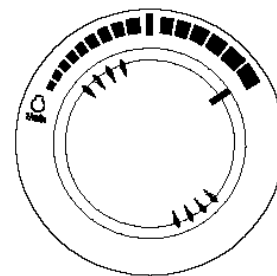

Рис. 20
5. Установить скорость двигателя на диске в положение "высокие обороты холостого хода" HIGH IDLE (рис. 20).